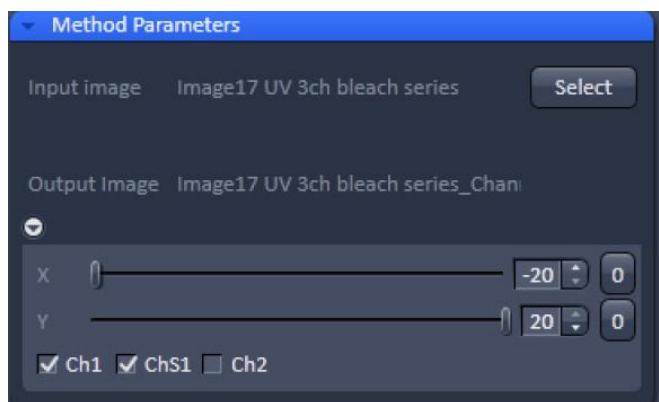

Fig 94 Channel Shift 图像选择及参数设置界面
- 在图像选择界面中点击 Select 按钮，导入当前图像窗口中打开的图像，其文件名自动出现在 Input image 右侧 (Fig. 94)。